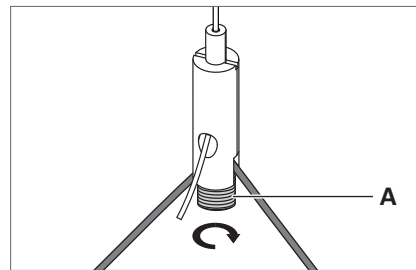

Fig. 26: Leuchte ausrichten.
- ▶ Um die Leuchte auszurichten, lösen Sie die Schrauben **A** an den Drahtseilhaltern, siehe Fig. 26.